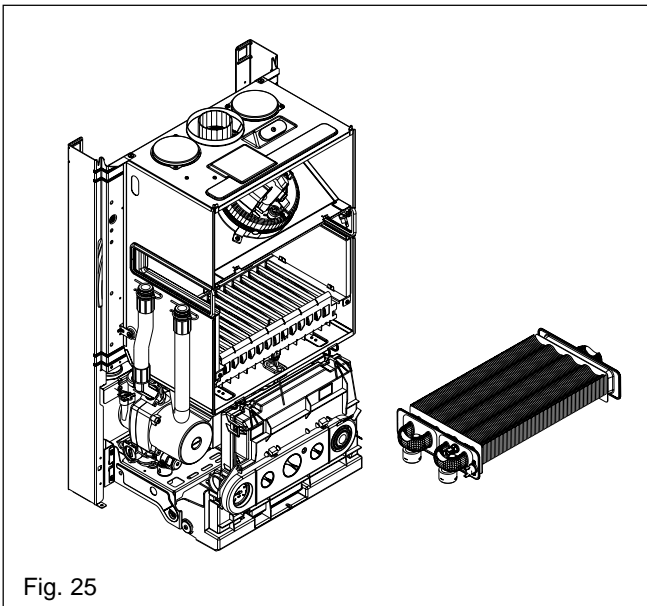

Fig. 25
**6.19 HEAT EXCHANGER fig. 25 & 27**